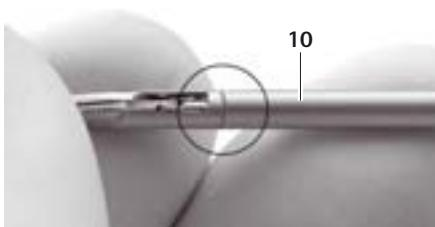

Fig. 7
- Accertarsi che il tubicino esterno 10 sia spinto fino all'arresto sul tubicino interno 9 con inserto di lavoro 7, vedere Fig. 7.